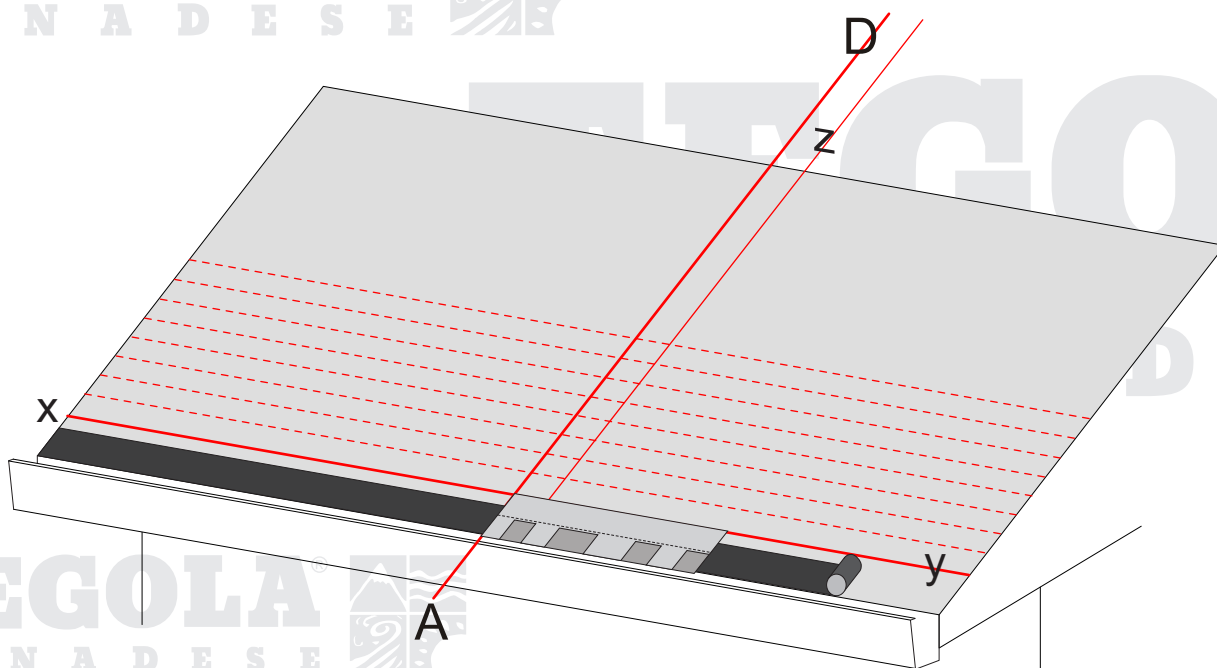

Fig. 2 - Guaina bituminosa - 1° Fila
- " Applicare sulla linea di gronda cm 25 di guaina bituminosa (vedi fig. 2);
- " La posa della prima fila di tegole inizia allineando la tegola alla linea AD (Fig. 2).